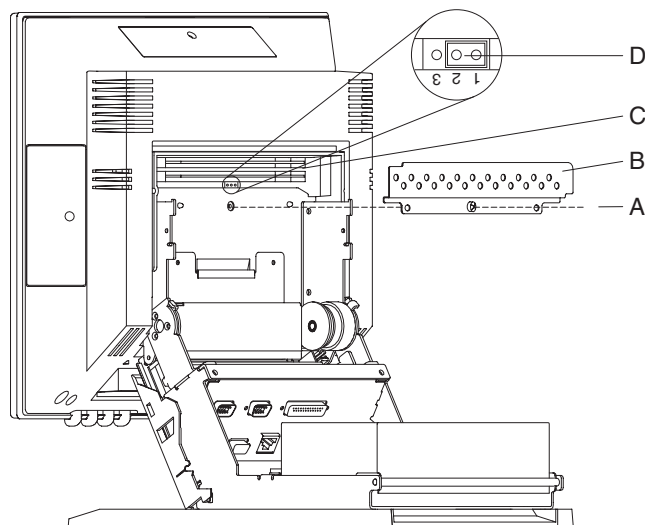

図2. CMOS リセット・ジャンパー JP4
1. ディスプレイの裏側にあるメモリー・カバー **B** のねじ **A** を緩めます。図2を参照してください。2本の位置合わせピンからメモリー・カバーを抜き取ります。